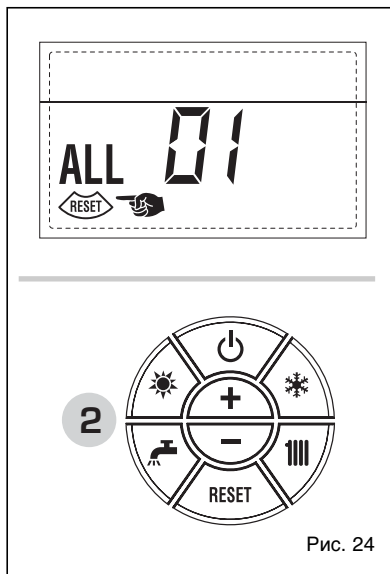

Рис. 24
**– НЕПОЛАДКА - НИЗКОЕ ДАВЛЕНИЕ ВОДЫ, «ТРЕВ 02»** (рис. 24/а)